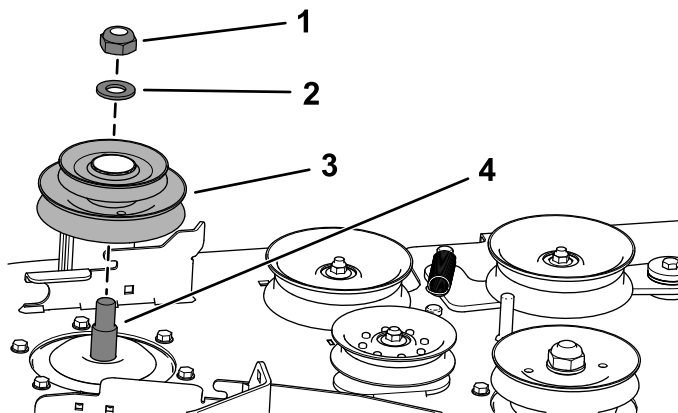

Figure 11
- A. Utilisez le contre-écrou (¾") et la rondelle pour fixer la double poulie neuve à l'axe de pivot droit (Figure 11).